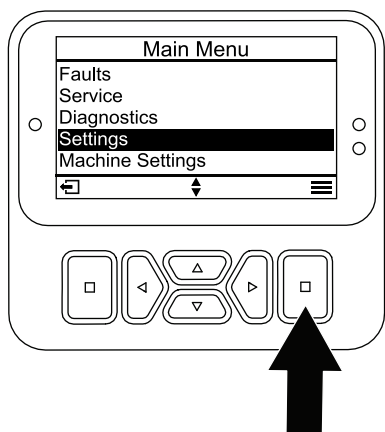

Figura 28
1. En el menú PRINCIPAL, vaya al menú SETTINGS (Ajustes) y pulse el botón de selección (Figura 28).